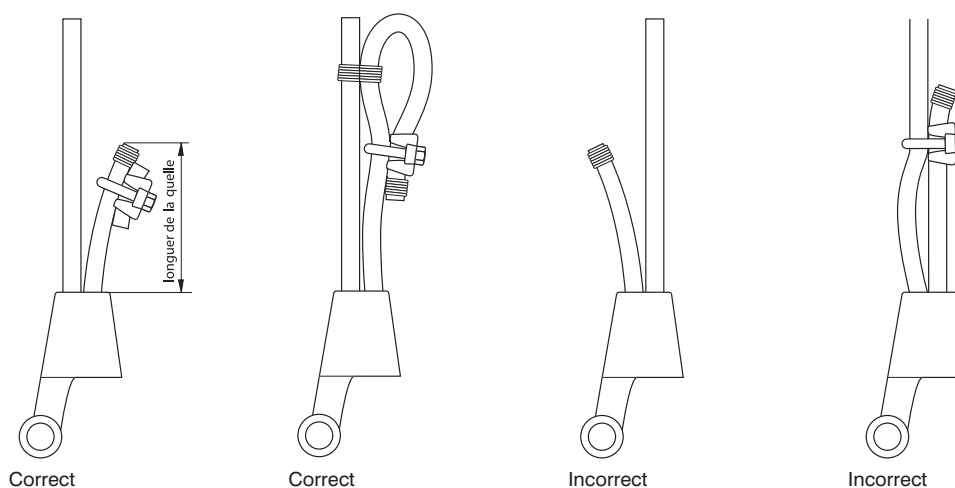

Figure 3
- Ne soudez jamais la queue sur des câbles standards. La queue doit avoir une longueur d'au moins 6 fois le diamètre du câble avec un minimum de 150 mm. Fixez le bout mort du câble avec un serre-câble comme indiqué dans la figure 3.